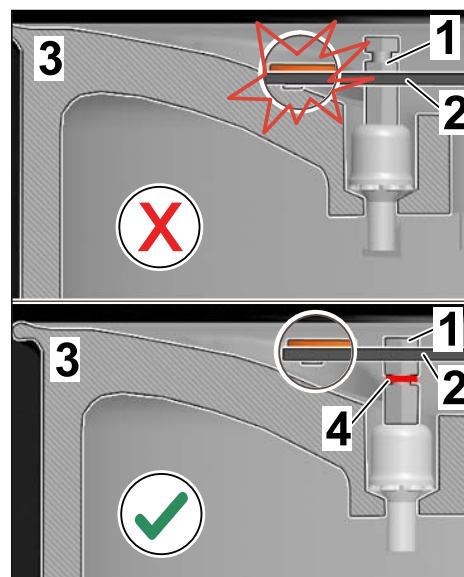

Figura 8
- **NO** retirar el anillo rojo (\Rightarrow Figura 8, Pos. 4) de la ranura del perno distanciador.